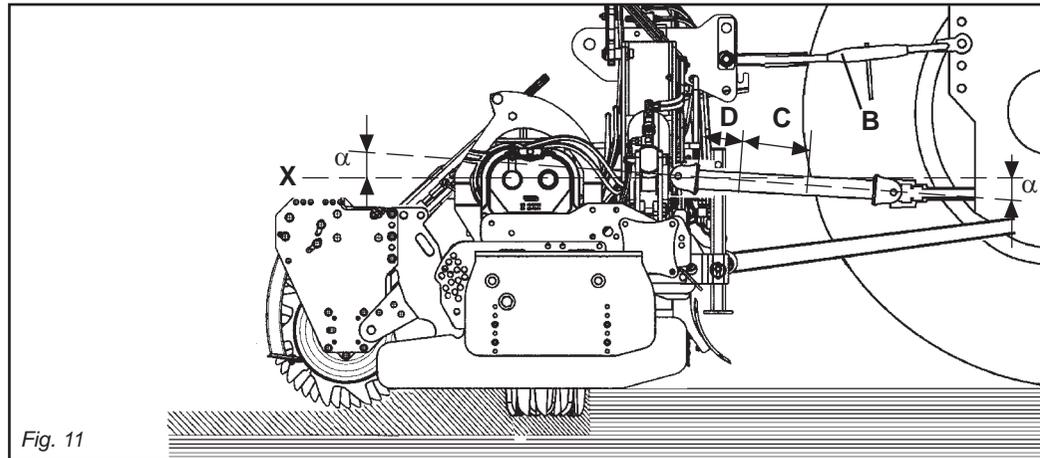
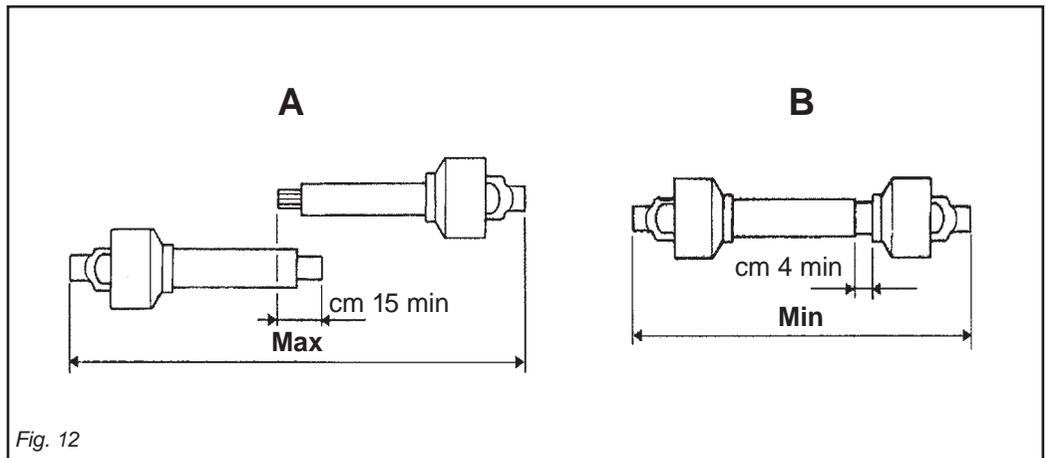

Fig. 11
Fig. 12
Per fare ciò aumentare o diminuire la lunghezza della barra superiore dell'attacco (B Fig. 11) in modo da portare l'asse (X Fig. 11) della ghiera scanalata della scatola parallela al suolo.
To achieve this, increase or decrease the length of the top bar of the hitch (B Fig. 11) so as to set the axis (X Fig. 11) of the housing's grooved ring nut parallel to the ground.
L'attelage est correct quand dans la position de travail la machine est horizontale. Pour obtenir cette condition augmenter ou diminuer la longueur de la barre supérieure de l'attelage (B Fig. 11) de manière à ce que l'axe (X Fig. 11) de la bague cannelé de la boîte soit parallèle au sol.
Um dies zu erhalten, die Länge der oberen Kupplungsstange (B Abb. 11) erhöhen oder verringern, bis die Achse (X Abb. 11) der Keilmutter des Gehäuses parallel zum Boden steht.
El enganche es correcto cuando la máquina está horizontal en posición de trabajo. Para ello aumentar o disminuir la longitud de la barra superior del enganche (B Fig. 11) en modo de llevar el eje (X Fig. 11) de la tuerca ranurada de la caja paralela al terreno.
- I due angoli ( $\alpha$  Fig. 11) formati dalle assi delle forcelle e l'asse dei tubi scorrevoli saranno uguali e non dovranno superare i 10°.
- La copertura (C Fig. 11) dei tubi scorrevoli deve essere di 15 cm minimo (Fig. 12).
- I due tubi dell'albero di trasmissione a cardano non si devono ricoprire completamente, una corsa di sicurezza (D Fig. 11) di 4 cm minimo deve sussistere.
- Gli angoli ( $\alpha$  Fig. 11) dei cardani non devono essere superiori a 40° (Fig. 11).
- The two angles ( $\alpha$  Fig. 11) formed by the fork axes and the axis of the sliding tubes will be equal and must not exceed 10°.
- The sliding tubes (C Fig. 11) must overlap by at least 15 cm (Fig. 12).
- The two tubes of the driveline shaft must not fully overlap. There must always be a safety travel (D Fig. 11) of at least 4 cm.
- The angles ( $\alpha$  Fig. 11) of the drivelines must not exceed 40° (Fig. 11).
- Les deux angles ( $\alpha$  Fig. 11) formés par les axes des fourches et l'axe des tubes coulissants doivent être identiques et ne doivent pas dépasser 10°.
- La couverture (C Fig. 11) des tubes coulissants doit être au minimum de 15 mm (Fig. 12).
- Les deux tubes de l'arbre de transmission à cardans ne doivent pas se recouvrir complètement, il doit rester une course de sécurité (D Fig. 11) de 4 cm au minimum.
- Les angles ( $\alpha$  Fig. 11) des cardans ne doivent pas être supérieurs à 40° (Fig. 11).
- Die beiden Winkel ( $\alpha$  Abb. 11), die aus den Achsen der Gabeln und der Achse der Gleitrohre bestehen, müssen gleich groß sein und dürfen auf keinen Fall größer als 10° sein.
- Die Überdeckung (C Abb. 11) der Gleitrohre muss mindestens 15 cm ausmachen (Abb. 12).
- Die beiden Rohre der Gelenkwelle dürfen sich nicht ganz überdecken. Es muss noch einen Sicherheitshub (D Abb. 11) von mindestens 4 cm geben.
- Die Winkel ( $\alpha$  Abb. 11) der Gelenkwellen dürfen nicht größer als 40° sein (Abb. 11).
- Los dos ángulos ( $\alpha$  Fig. 11) formados por los ejes de las horquillas y el eje de los tubos corredizos serán iguales y deberán superar los 10°.
- La cobertura (C Fig. 11) de los tubos corredizos debe ser como mínimo de 15 cm (Fig. 12).
- Los dos tubos del árbol de transmisión de cardán no se deben cubrir completamente, debe quedar una carrera de seguridad (D Fig. 11) de 4 cm como mínimo.
- Los ángulos ( $\alpha$  Fig. 11) de los cardanes no deben ser superiores a 40° (Fig. 11).
Quando esso è inserito al massimo, il gioco minimo consentito deve essere di 4 cm (Fig. 12).
When fully inserted, the minimum play must be 4 cm. (Fig. 12).
Quand il est entièrement rentré, le jeu minimum admissible doit être de 4 cm. (Fig. 12).
Wenn die beiden Teile ganz zusammengeschoben sind, muß das kleinstmögliche Spiel 4 cm ausmachen. (Abb. 12).
Quando está inserido al máximo, el juego mínimo permitido debe ser de 4 cm. (Fig. 12).